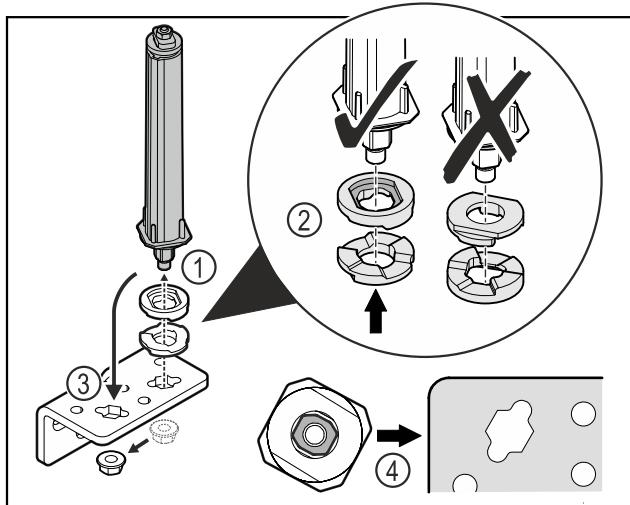

Fig. 20
- ▶ Atlaisvinkite veržlę ir pašalinkite durų uždarymo sistemą Fig. 20 (1).
- ▶ Atkreipkite dėmesį į tai, kad aukščio reguliavimo poveržlės būtų tinkamai išlygiuotos Fig. 20 (2).
- ▶ Perkelkite durų uždarymo sistemą šarnyriniame kampuotyje ir užfiksokite veržlę Fig. 20 (3).
- ▶ Istatydami atkreipkite dėmesį į tai, kad durų uždarymo sistema būtų tinkamai išlygiuota Fig. 20 (4).